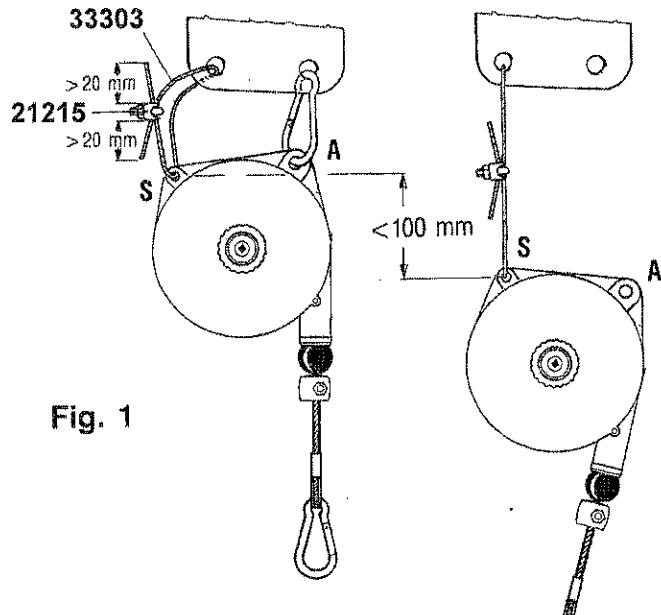

Fig. 1
The balancer must be visually inspected on a regular basis (e.g. once at each work shift). Specifically, check the state of the suspensions (A) and (S) (Fig.1), the fixing screws and self-locking systems (if used), and the condition of the hooks and cable.
⚠ Fije siempre la suspensión de seguridad (S) a un soporte adecuadamente dimensionado utilizando exclusivamente los accesorios suministrados (Fig.1). El soporte de seguridad NO DEBE SER el mismo usado para la suspensión principal (A) (Fig.1). La máxima caída en caso de rotura de la suspensión principal no debe superar los 100 mm. Apriete las tuercas de las abrazaderas 21215 (Fig.1) con un par de torsión de 2 Nm.
El equilibrador debe ser sometido periódicamente a inspección visual (por ejemplo, una vez por cada turno de trabajo), en particular para verificar el estado de las suspensiones (A) y (S) (Fig.1), los tornillos de fijación y los sistemas autolocantes (si se usan), así como las condiciones de los ganchos y del cable.